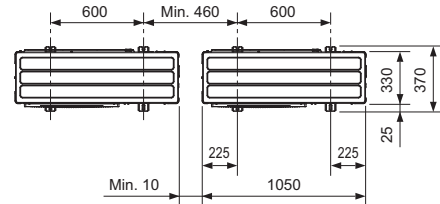

Fig. 3-1
- (A) Bullone M10 (3/8")
- (B) Base
- (C) Quanto più lungo possibile.
- (D) Valvola
- (E) Installare a terra in profondità
- Assicurarsi di installare l'unità su una superficie solida e in piano, per evitare rumori di sbattimento durante il funzionamento. (Fig. 3-1)